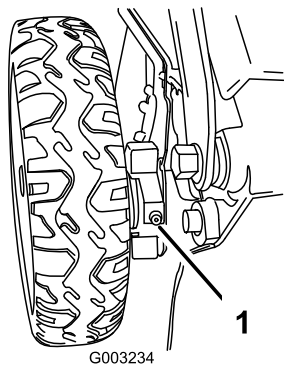

Figure 37
1. Essuyez les graisseurs situés juste à l'intérieur des roues arrières avec un chiffon propre (Figure 37).